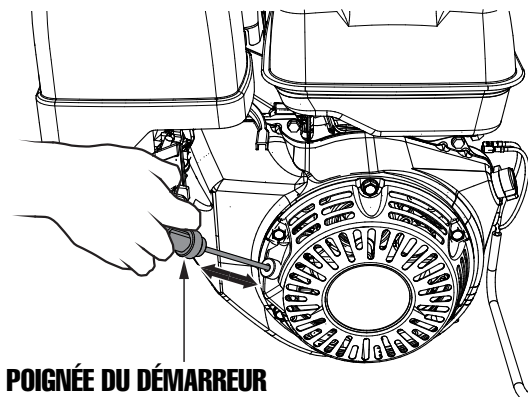

Figure 45. Poignée de lanceur
5. Tirer lentement sur la poignée du démarreur à rappel (Figure 45) jusqu'à ressentir une résistance, puis tirer vigoureusement et de manière fluide pour démarrer le moteur. Une fois que le moteur démarre, **NE PAS** relâcher la poignée du démarreur tout de suite. Laisser la poignée du démarreur revenir doucement dans sa position initiale.